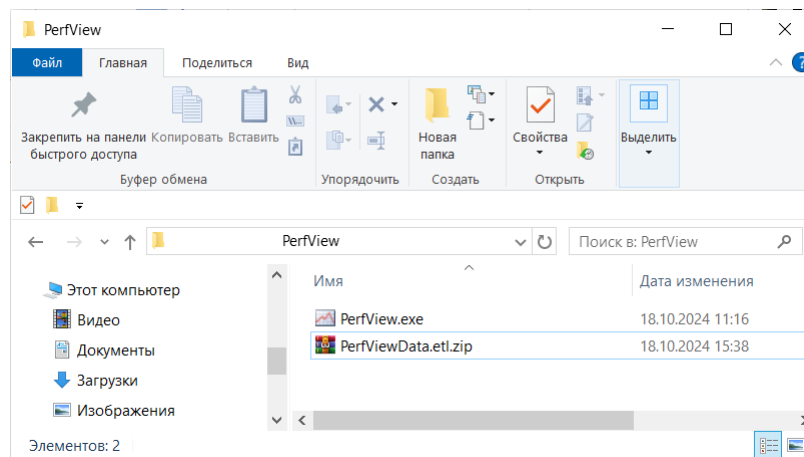

Рис. 6 Архив с файлами журналов
13. После остановки сбора данных созданный архив с файлом журнала будет размещен в указанном каталоге, см. Рис. 6.